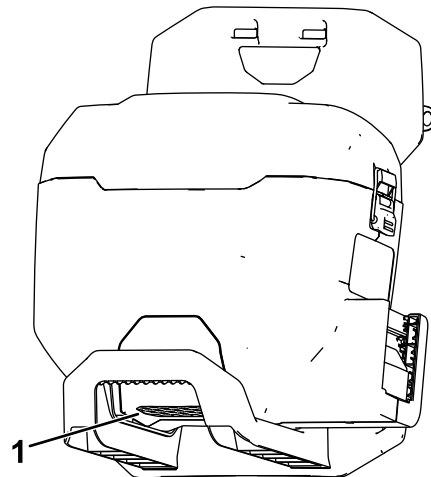

Figure 11
2. Vérifiez que les prises d'air au bas du bloc dorsal sont exemptes de poussière et de débris (Figure 11).